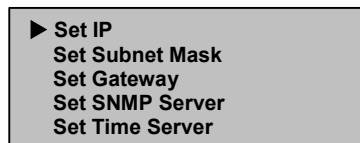

Figure 24 : Définition de l'IP
5. Dans le sous-menu Ethernet, sélectionnez Set IP (Définir IP) (Voir la Figure 24).
5. Dans le sous-menu Ethernet, sélectionnez Set Subnet Mask (Définir masque de sous-réseau) (Voir la Figure 24).
5. Dans le sous-menu Ethernet, sélectionnez Set Gateway (Définir passerelle) (Voir la Figure 24).
5. Dans le sous-menu Ethernet, sélectionnez Set SNMP Server (Définir serveur SNMP) (Voir la Figure 24).
5. Dans le sous-menu Ethernet, sélectionnez Set Time Server (Définir serveur de temps) (Voir la Figure 24).